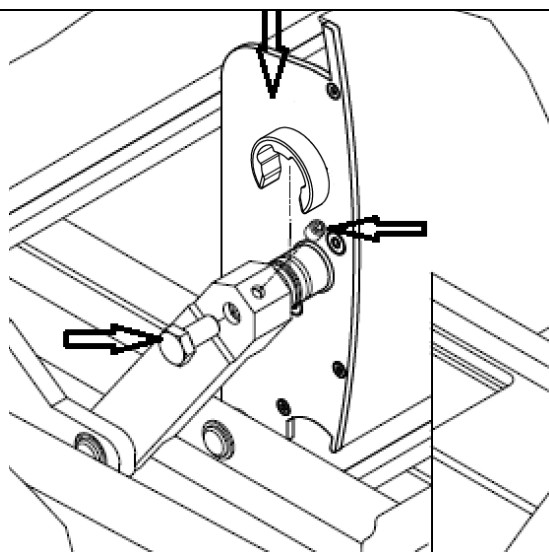

Figure 28
13. Positionner la languette verticalement et serrer les dispositifs de sécurité : - du côté du bras dans l'axe de la tige - boulon hexagonal M8x16. Serrez en laissant du jeu (Fig. 28).
17. Serrer à fond les vis à six pans creux dans l'axe des deux lames (couple de serrage 17 Nm) et, aux extrémités supérieures des bras, visser les vis sans tête M6x8 avec une douille Allen dans le trou fileté (couple de serrage 7 Nm)-Fig.28.